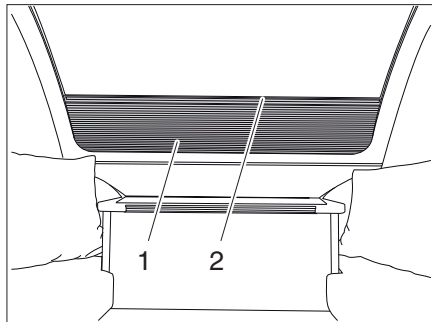

Bild 39 Verdunklungsrollo Bugfenster
- Schließen:** ■ Verdunklungsrollo an der Einkerbung (Bild 39,2) nach oben ziehen.
- Öffnen:** ■ Verdunklungsrollo (Bild 39,1) an der Einkerbung (Bild 39,2) nach unten ziehen.